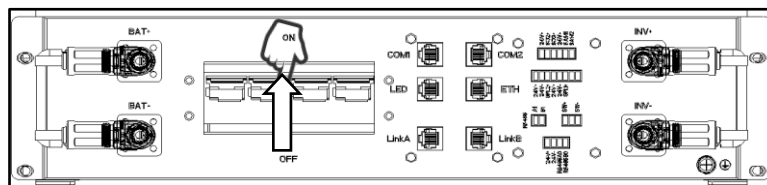

Abbildung 4.2.1
Schritt 1: Öffnen Sie die Fronttür und stellen Sie den Luftschalter des Hauptsteuergeräts in die geöffnete Position in der Richtung, die durch den Pfeil in der Abbildung unten angezeigt wird (Abbildung 4.2.1).